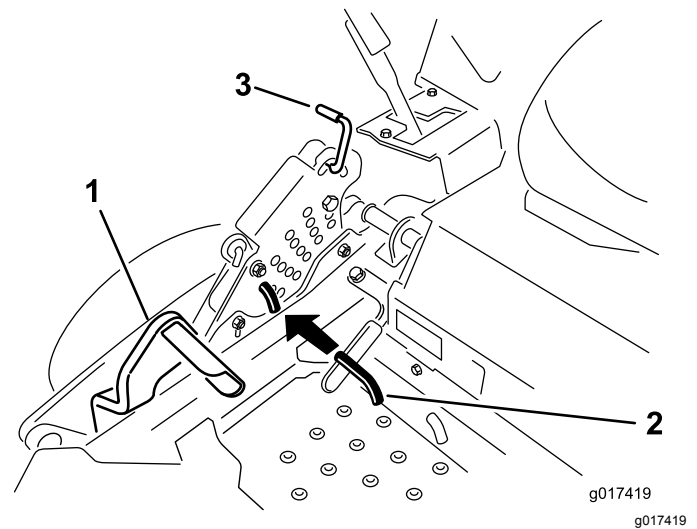

Figura 76
5. Empuje el pedal de elevación de la carcasa hacia delante del todo, hasta que la carcasa se enganche en la posición de transporte de 14 cm (Figura 76).